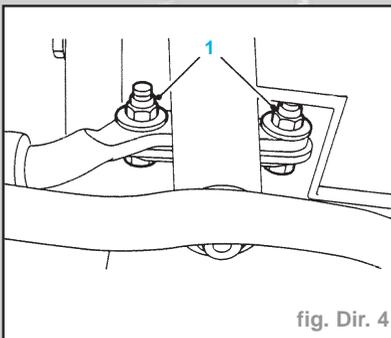

fig. Dir. 4
- Déposer les boulons de fixation (1) de la barre de liaison et ranger la barre de côté (Fig. Dir. 4).